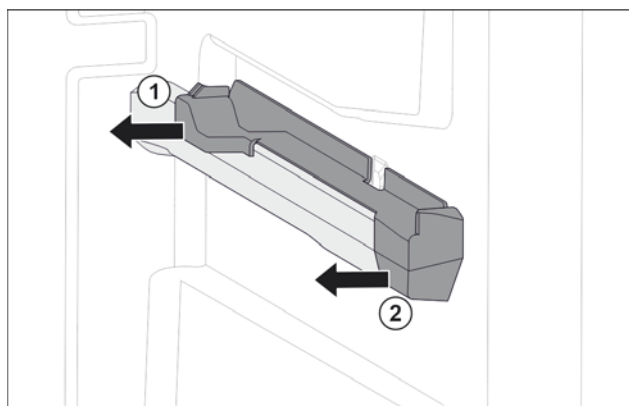

Fig. 93 Вставная часть на правом контейнерном ребре
- Отодвиньте вставную часть сзади в сторону. Fig. 93 (1)
- Отодвиньте вставную часть спереди в сторону. Fig. 93 (2)